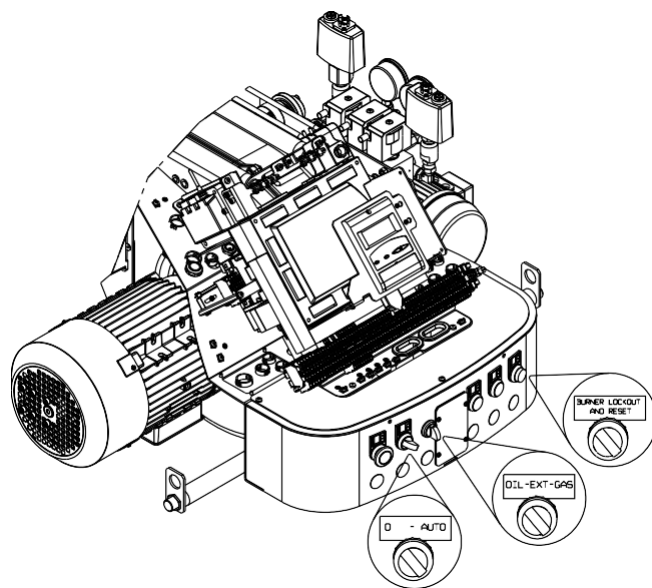

рис. 32
Включите горелку электрическим током с помощью выключателя на панели котла. Установите переключатель в нужное положение “OIL-EXT-GAS” (рис. 32 на стр. 35) на “OIL” для выбора диз. топлива. Закройте термостаты/реле давления и установите переключатель, показанный на рис. 32 на стр. 35, в положение “AUTO”.
– установите переключатель на рис. 32 в положение “0” и дождитесь, пока блок управления выполнит фазу выключения;
Замкните "запрос на тепло" и установите переключатель (рис. 32 на стр. 35) в положение "ON". Установите переключатель (рис. 32 на стр. 35) в положение "GAS" чтобы выбрать газ в качестве топлива.
1 с помощью переключателя (рис. 32 на стр. 35);
Установка переключателя (рис. 32 на стр. 35) в положение "EXT" активирует дистанционный выбор топлива. В этом положении, если дистанционный переключатель отсутствует, на дисплее отображается приоритетное количество топлива.